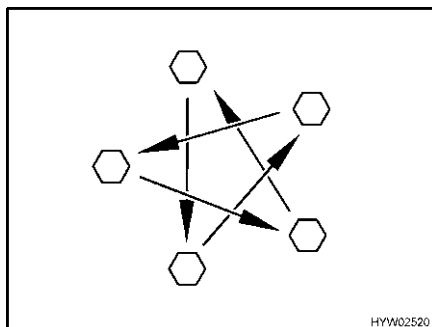

Fig. 161 Serrare a croce i dadi o i bulloni delle ruote
- Controllare regolarmente il serraggio dei dadi o dei bulloni. Regolare a croce (Fig. 161) il serraggio dei dadi o dei bulloni di una ruota sostituita dopo circa 50 km.
- ▷ Serrare a croce i dadi o i bulloni delle ruote (Fig. 161).